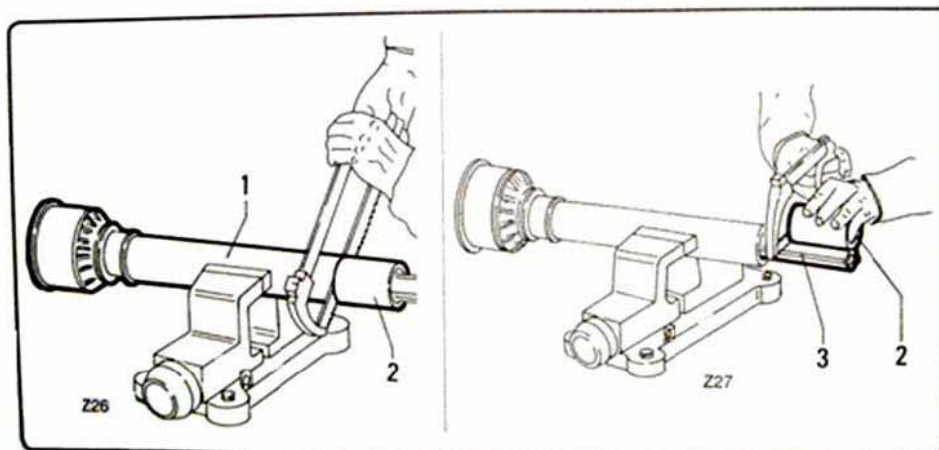

fig. 4.3.2
- Bij het zagen van deel '1' 9 (Fig. 4.3.2) gebruikt u de lengte zoals hierboven aangegeven wordt.